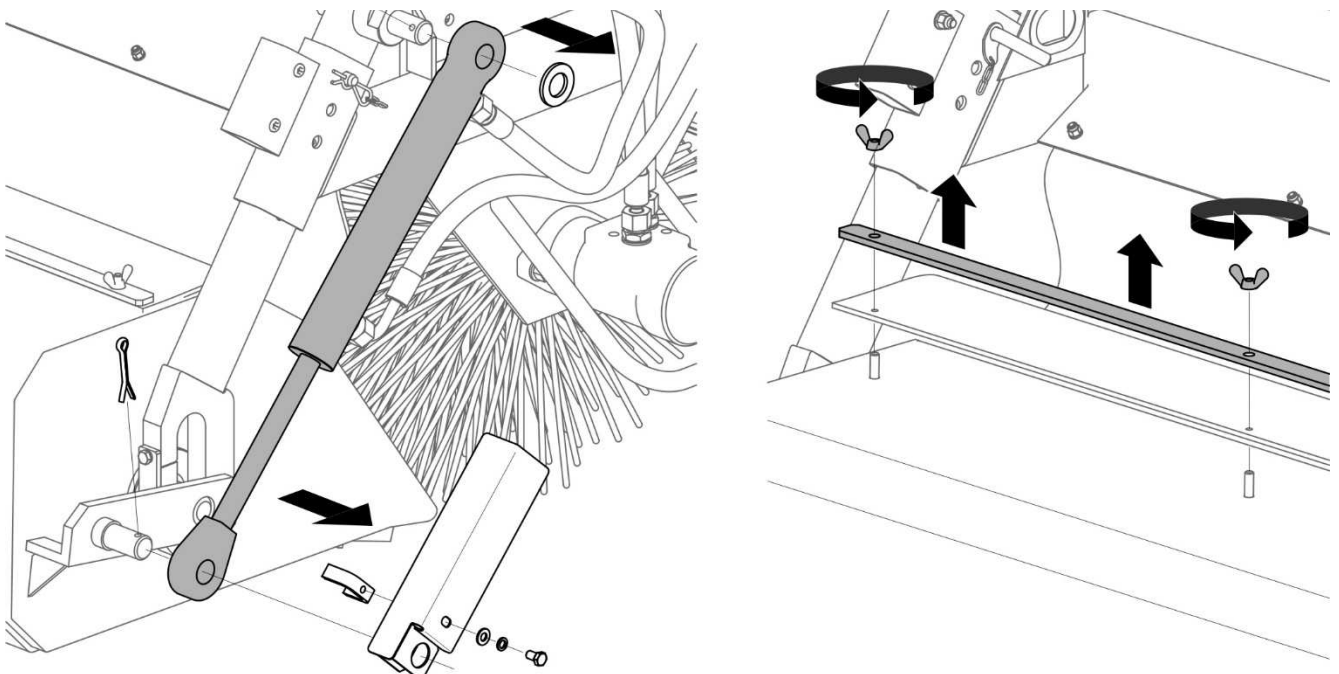

ABB. 4.6 Ausbau des Hydraulikzylinders und der Leiste der Gummischürze
- Den Splint aus den Befestigungspunkten des Hydraulikzylinders entfernen, damit er vollständig herausgenommen werden kann (ABB. 4.6).
- Anschließend müssen die Flügelschrauben (ABB. 4.6) der Gummischürze entfernt werden, damit die Klemmleiste entfernt werden kann. Die Schürze dient beim Kehren ohne Schmutzbehälter zum Schutz vor herausgeschleuderten Teilchen und hängt lose herunter.